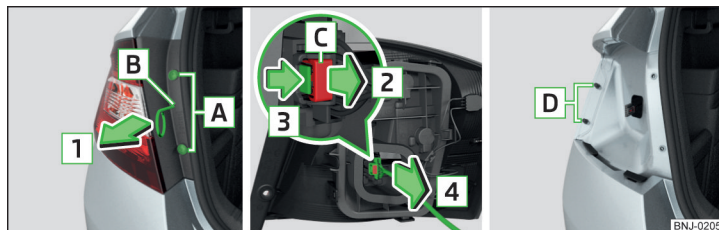
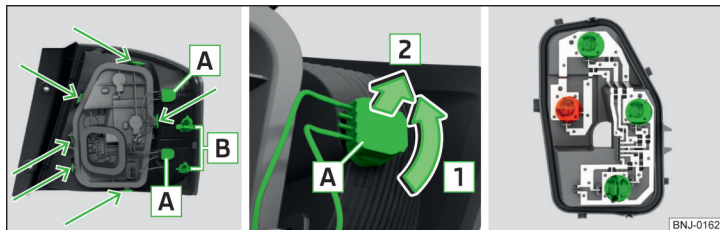

Fig. 218 Demontarea lămpii/scoaterea conectorului
Fig. 219 Partea exterioară a lămpii/Scoaterea becului/Suportul de lampă
- Țineți lampa cu suprafața palmei și trageți-o afară cu grijă, în sensul săgeții **1** » fig. 218 din bolțul **D**.
- Asigurați elementul de blocare în sens contrar săgeții **2** » fig. 218.
- Introduceți lampa cu orificiile **B** » fig. 219 la pagina 177 pe bolțurile **D** » fig. 218 din caroserie.
- Rotiți soclul, împreună cu becul cu incandescentă A în sensul săgeții 1 » fig. 219.
- Rotiți soclul, împreună cu becurile A în sensul săgeții 1 » fig. 219.
- Deblocați soclul becului în zonele marcate cu săgeți » fig. 219 și scoateți-l din lampă.